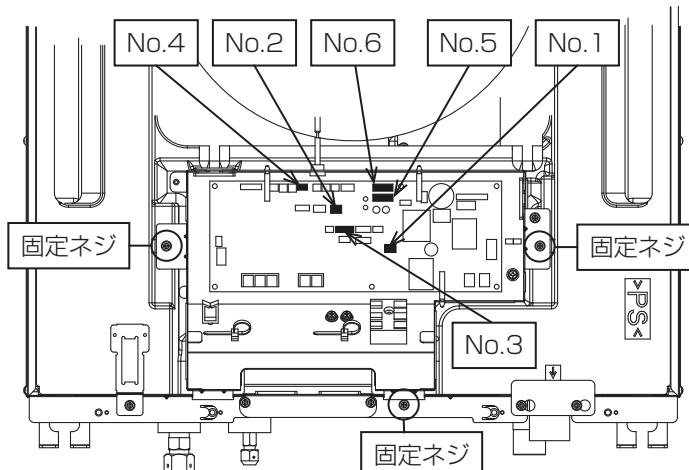

図5
4) 制御箱内の以下のコネクタを取り外します。(図5、表1)